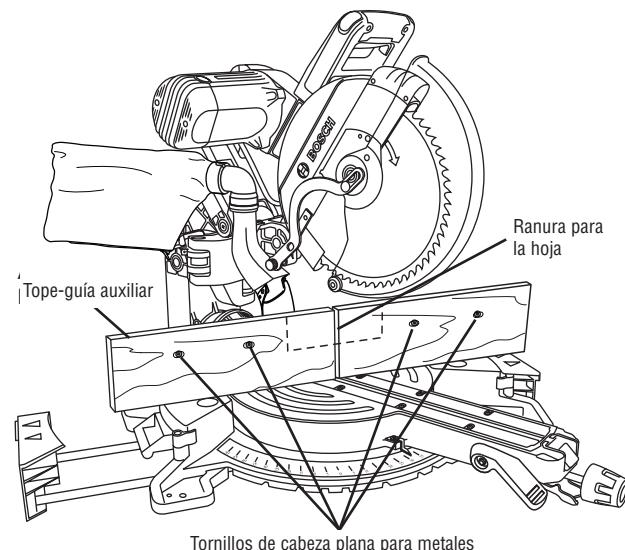
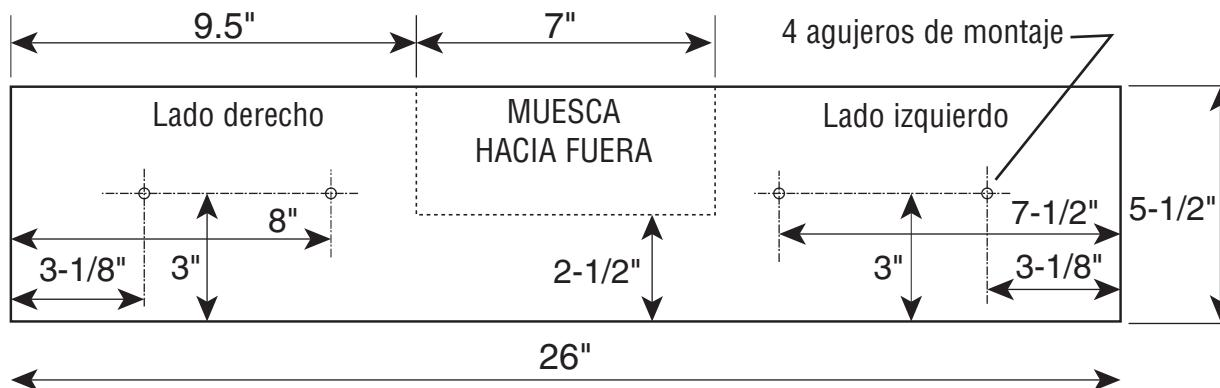

Figura 37. Tope-guía auxiliar
Figura 38. Tope-guía auxiliar alto de madera, 3/4 de pulgada de grosor
1. Coloque un pedazo de madera contra el tope-guía de la sierra para cortar ingletes (vea la figura 37). (La madera puede tener una altura máxima de 5-1/2". Compruebe que el ensamblaje del cabezal no interfiera con el tope-guía auxiliar.) Vea el dibujo con dimensiones, Figura 38.
4. Sujete con tornillos desde la parte delantera del tope-guía: Fije cada tope-guía auxiliar con dos (2) tornillos de máquina, de cabeza plana, de 3/16" de pulgada. Con topes-guía auxiliares de 3/4" de pulgada, use tornillos de 1-1/2" pulgada de longitud. Asegúrelos detrás del tope-guía metálico con arandelas y tuercas de máquina.
7. Cuando haga cortes deslizantes, el centro debe estar enmuescado hacia fuera de acuerdo con el patrón (vea la figura 38).